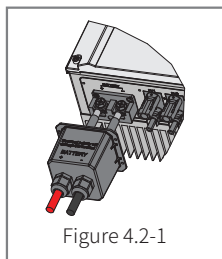

Figure 4.2-1
- **Connexion de la batterie** : confirmez la connexion entre l'ES et la batterie : polarités (±) non inversées, référez-vous à la Fig. 4.2-1